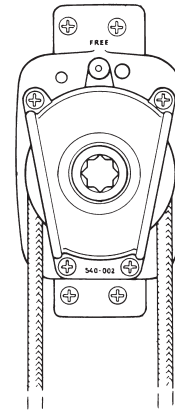

Fig. 5.2
- Lorsque l'on réduit à partir du cockpit, le "line tender" doit être en position "libre" (voir fig. 5.2).